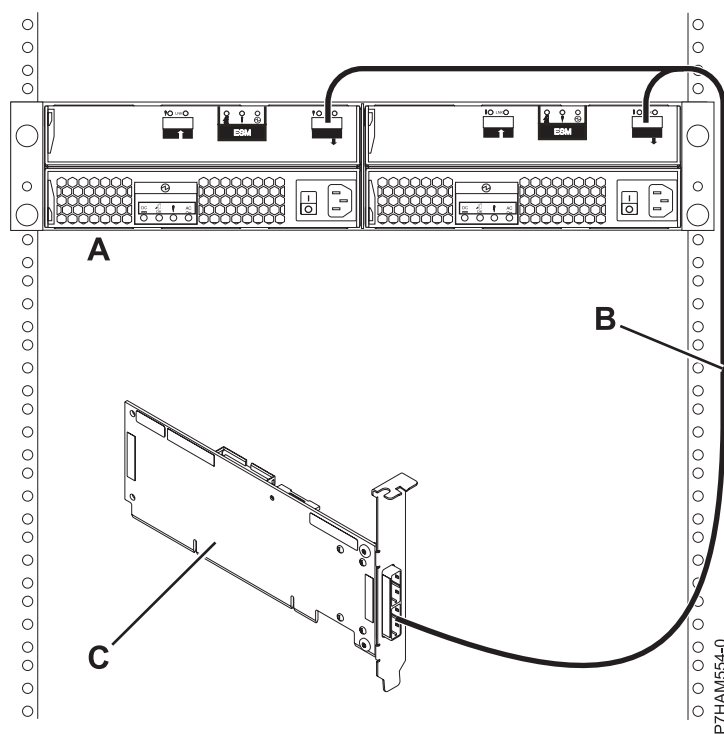

Figure 29. Connexion d'un boîtier d'unité de disque 58/86 à un adaptateur SAS unique à l'aide d'un câble YO
5. Effectuez la connexion d'un boîtier d'unité de disque 58/86 (**A**) à un adaptateur SAS unique (**C**) à l'aide d'un câble YO (**B**), comme illustré dans la figure 29.